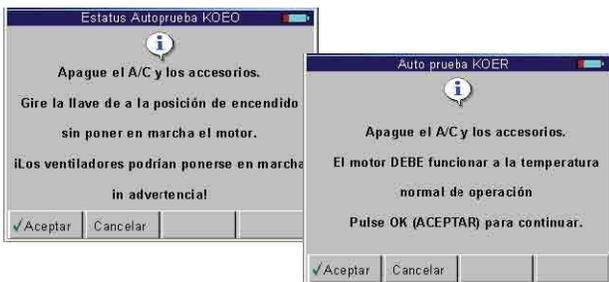

Figura 6.12: Pantalla Instrucciones Autoprueba KOEO y KOER
- 2 Seleccione la opción **Autoprueba KOEO** ó **Autoprueba KOER** y presionar la tecla **ENTER**. Esto muestra las pantallas de instrucciones preliminares a la prueba (Figura 6.12).